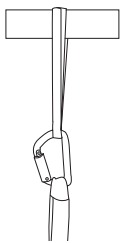
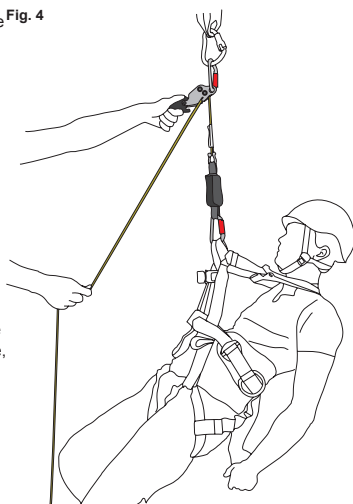

Fig. 2A: Ancrage horizontal
Fig. 4
2. Placez la longe d'ancrage autour d'une structure, puis dans le mouqueton, fig.2A.
- Détachez le mousqueton de la longe d'ancrage. Placez la longe d'ancrage autour d'une structure puis dans son mousqueton comme indiqué sur la fig.2A ou la fig.2B. L'ancrage peut supporter une charge de 12 kN (EN795). Fixez le **Smartline X** comme indiqué à la fig. 4.